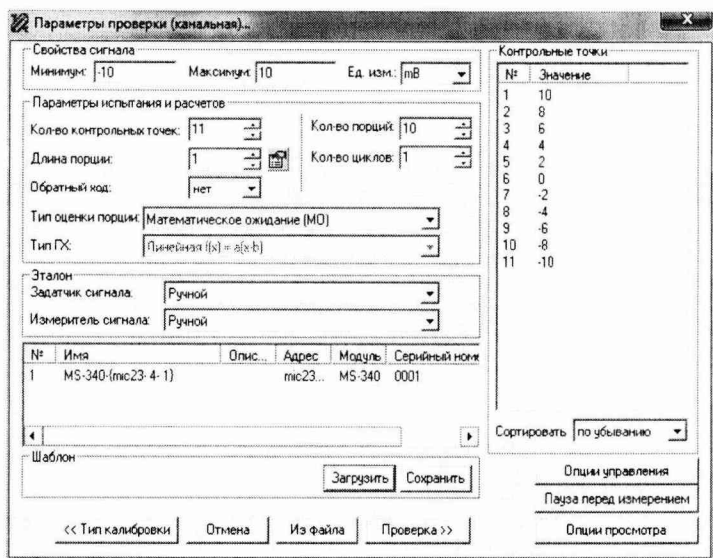

Рисунок 10 Вид диалогового окна «Параметры поверки (канальная)»
7.2.8 Установить в диалоговом окне "Параметры поверки канальная" (рисунок 10) следующие значения: